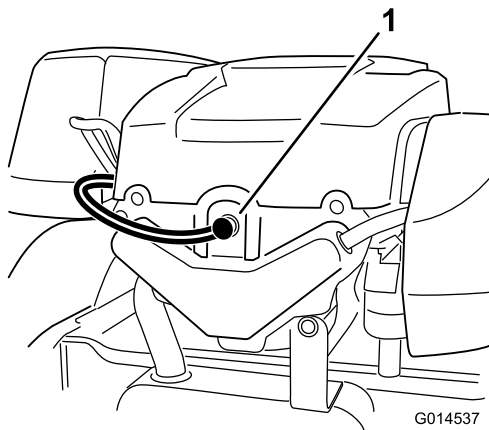

Figura 34
- Staccate il cappello della candela (Figura 34). Pulite intorno alla candela per evitare che la morchia penetri nel motore e lo danneggi.
3. Collegate il cappello alla candela (Figura 34).